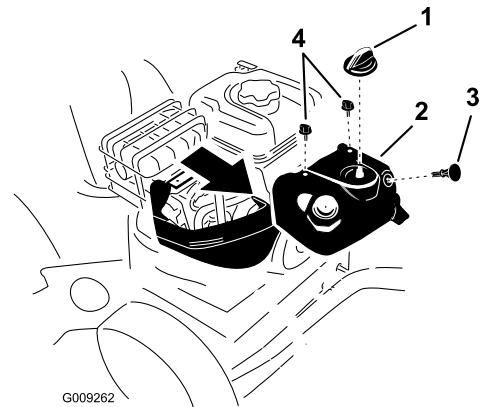

Bild 51
Hinweis: Nehmen Sie die obere Schneeabdeckung ab, um an die Zündkerze zu gelangen (Bild 51).
1. Nehmen Sie das Handrad des Chokes und den Zündschlüssel ab (Bild 51).
2. Nehmen Sie die zwei Schrauben ab, mit denen die obere Schneeabdeckung an der Schneefräse befestigt ist (Bild 51).